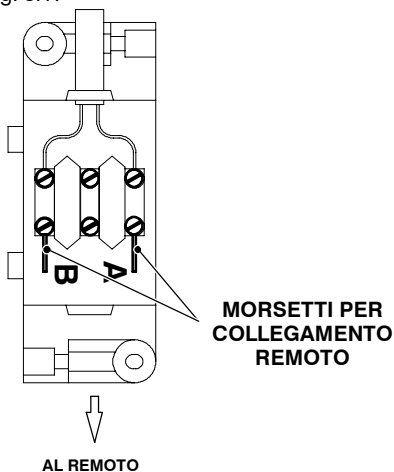

fig. 5.17
– Collegare ai morsetti **A** e **B** della morsettieria i due conduttori elettrici come indicato in fig. 5.17